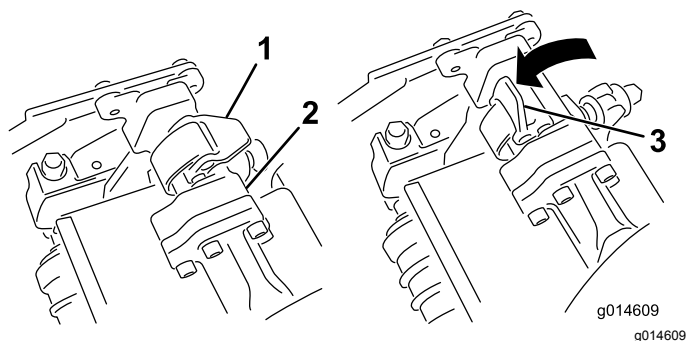
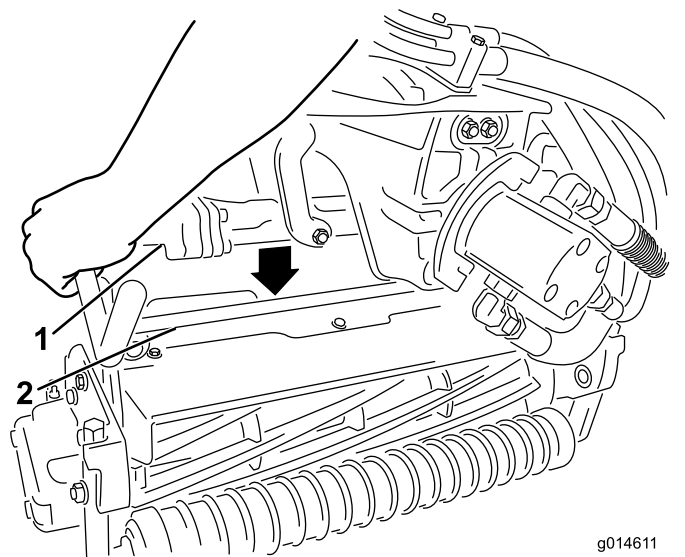

Рисунок 11
Рисунок 12
5. Когда защелки на штанге рычага подвески направлены вверх (т.е. открыты) (Рисунок 11), нажмите на рычаг подвески, чтобы штанга села на поперечный стержень наверху режущего блока (Рисунок 12).
6. Опустите защелки и поверните вокруг стержня режущего блока и заблокируйте их (Рисунок 11).